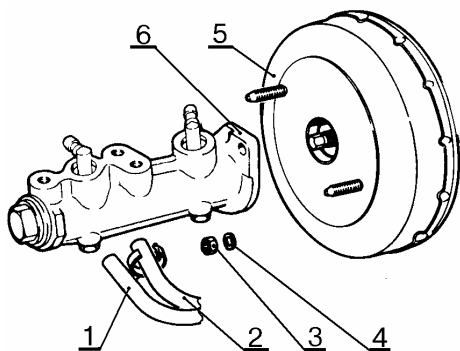
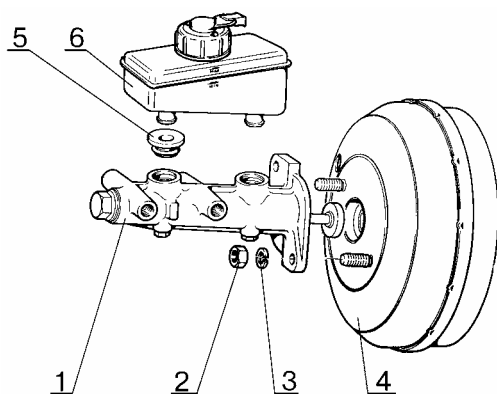

Рис. 18.
Рис. 19.
9.1 Снять главный цилиндр 6, рис. 18, тормозов на автомобиле 2101 – 07 и автомобиле семейства 2121:
9.2 Снять главный цилиндр 1, рис. 19, тормозов на автомобилях семейств 2108, 2110 и 2120:
Установить цилиндр в последовательности обратной снятию. Момент затяжки гайки 3, рис. 18, и гайки 2, рис. 19, должен быть (27...33) Н.м [(2,7...3,3) кгс.м] (ключ динамометрический 02.7812-4006, головка сменная 13).